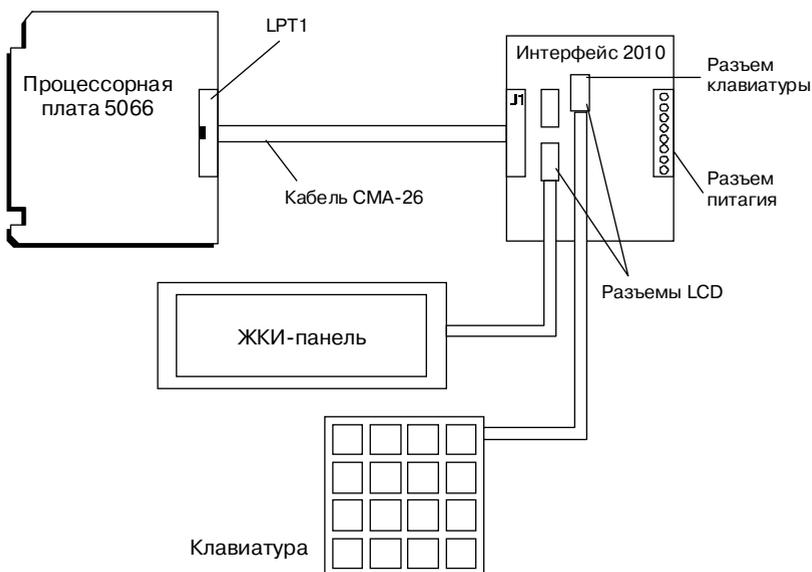

Рис. 8-2. Подключение ЖКИ-панели и матричной клавиатуры к LPT1
1. Присоедините одну из розеток кабеля СМА-26 к соединителю порта LPT1 5066, имеющему позиционное обозначение J4. Присоедините вторую розетку кабеля к соединителю модуля 2010, имеющему позиционное обозначение J1 (см. рис. 8-2).
1. Подключите интерфейсный модуль 2010 к порту LPT1 (J4) с помощью кабеля СМА-26 (см. рис. 8-2).